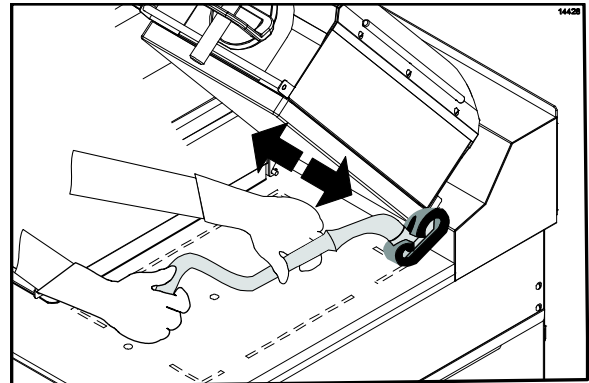

Abbildung 58
26. Die Rückseiten der oberen Grillplatten von der rechten zur linken oberen Grillplatte abschrubben. (Siehe Abbildung 58.)